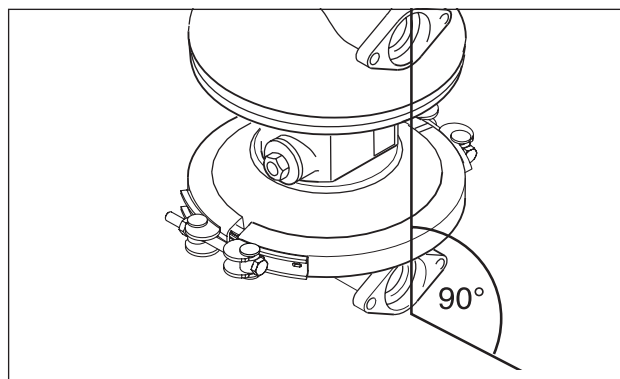
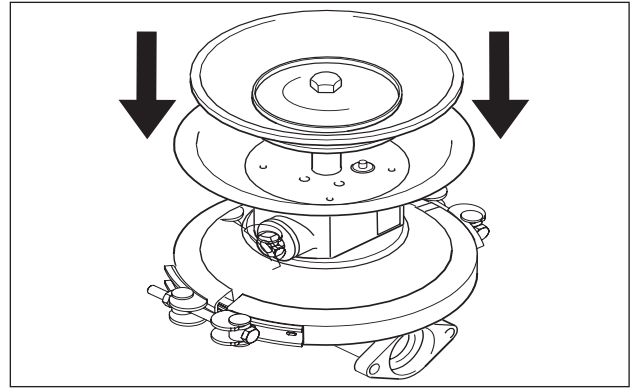

Fig. 7 Alignement des chambres de pompe
Fig. 15 Montage de la seconde chambre de pompe
- Les chambres de pompe doivent généralement être montées avec la membrane en position d'aspiration. (Pousser le disque de membrane vers la chambre côté air) (Fig. 15). Serrer les vis du collier de serrage ou de la bride de montage. Monter la deuxième membrane de la même façon. Les faces des brides des corps de pompe doivent être alignées (Fig. 7).